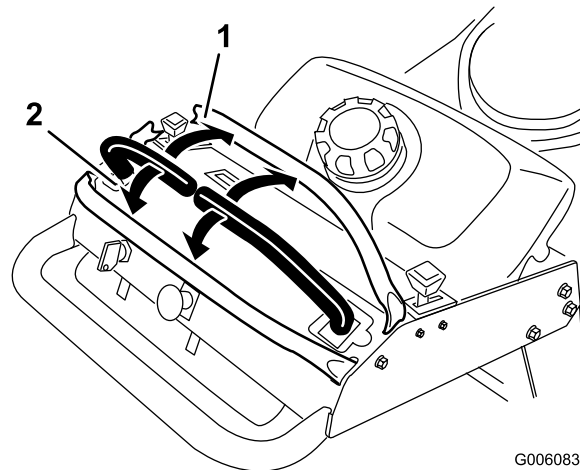

Figura 9
3. Para ir hacia adelante, empuje lentamente las palancas de control de movimiento hacia adelante (Figura 9).
Para ir recto, aplique la misma presión a ambas palancas de control de movimiento (Figura 9).
Para girar, mueva la palanca de control de movimiento hacia punto muerto en el sentido en el que desea girar (Figura 9).
2. Para ir hacia atrás, tire lentamente de las palancas de control de movimiento hacia atrás (Figura 9).
Para girar, deje de empujar la palanca de control de movimiento del lado al que desea girar (Figura 9).